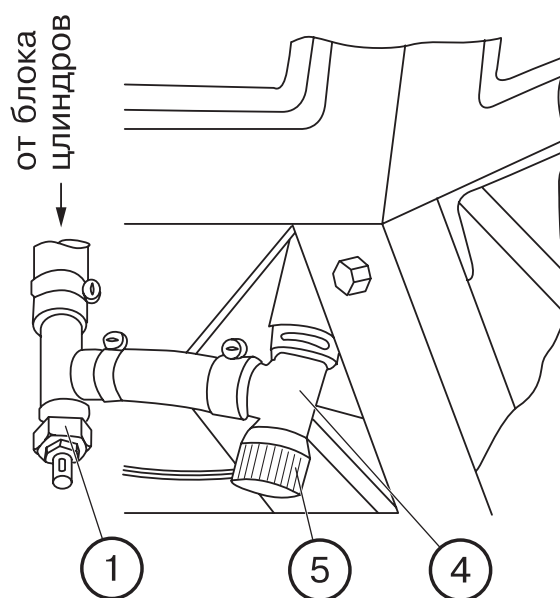

Рис. 4.20.1
- Откройте кран (1), соединенный с блоком цилиндров (рис. 4.20.1)
ВНИМАНИЕ! Для слива жидкости из системы отопления, в холодное время года, предусмотрены сливные краны (4) с левой и правой стороны (см. рис. 4.20.1). В этом случае, после слива и во избежание ледяных пробок, продуйте систему сжатым воздухом, предварительно закрыв кран (1) на блоке цилиндров и открыв пробки (5) кранов (4). Для работы системы в режиме вентиляции в теплое время года кран (1) должен быть закрыт.